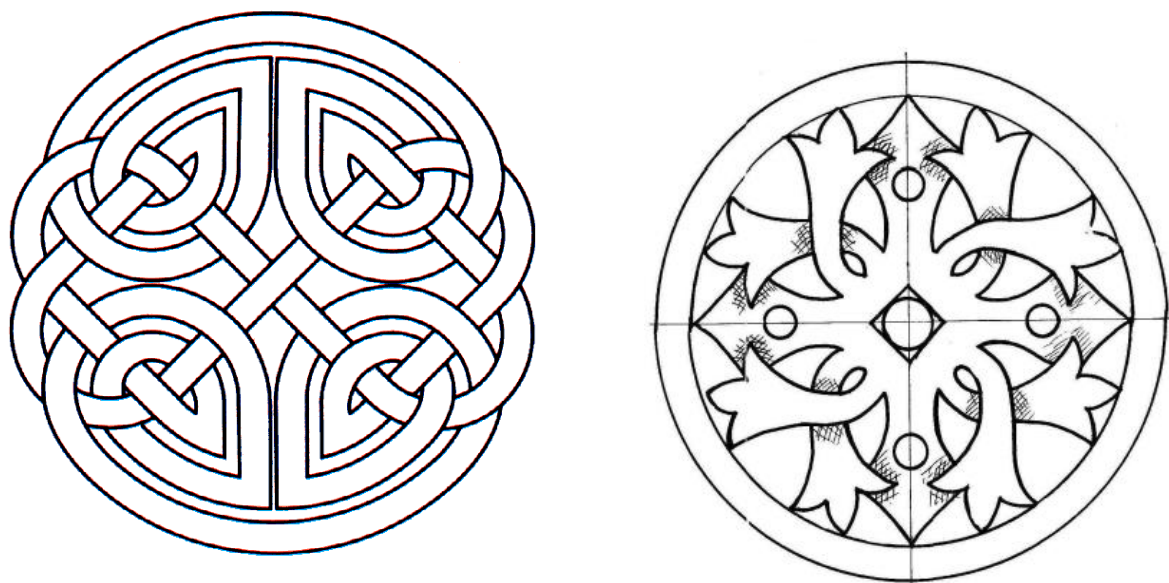

Рис. 1. Схемы выполнения орнамента (пример)
1. По указанным данным, сконструировать модель орнамента (Рис.1).